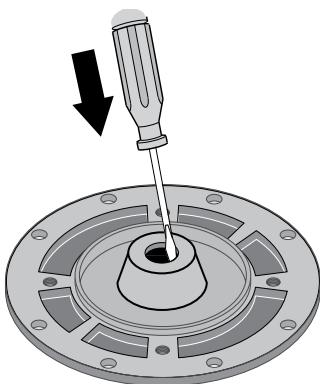

Figura 18: Retiro de la junta con un golpe leve
5. Coloque media cara de la placa de estanqueidad hacia abajo y retire con un leve golpe la parte intermedia de la junta (Figura 18).